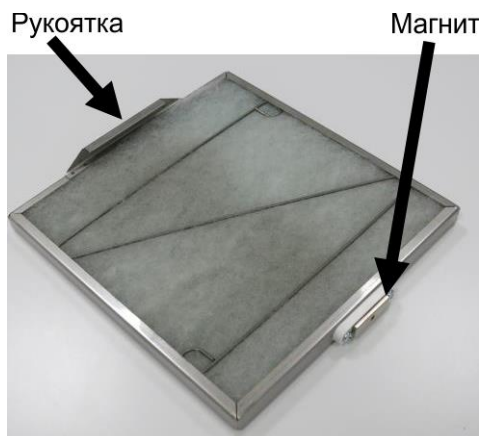

Рисунок 5.4: Снятый воздушный фильтр
4. Направляющие, удерживающие воздушный фильтр на месте, имеют длину всего несколько сантиметров и фильтр опустится вниз (см. рисунок 5.4).